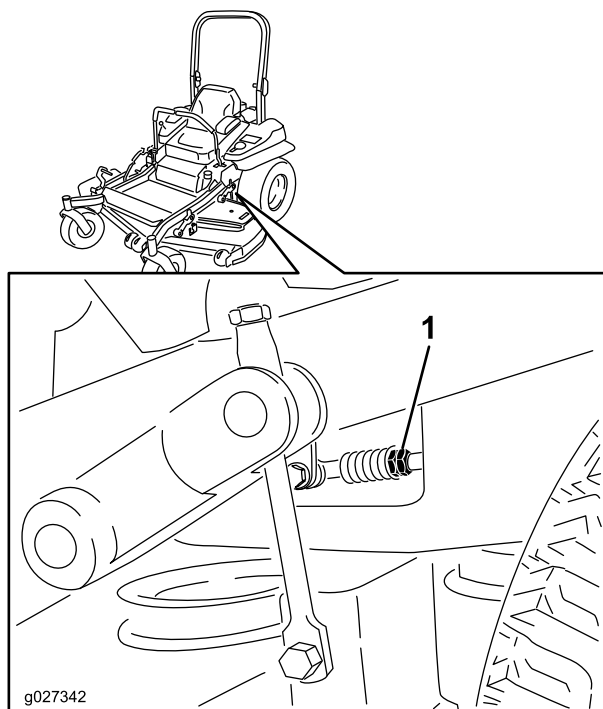

Figura 85
8. Ajuste la longitud de las varillas de control de las bombas girando las tuercas dobles de la varilla en el sentido apropiado, hasta que las ruedas se muevan ligeramente en marcha atrás (Figura 85).